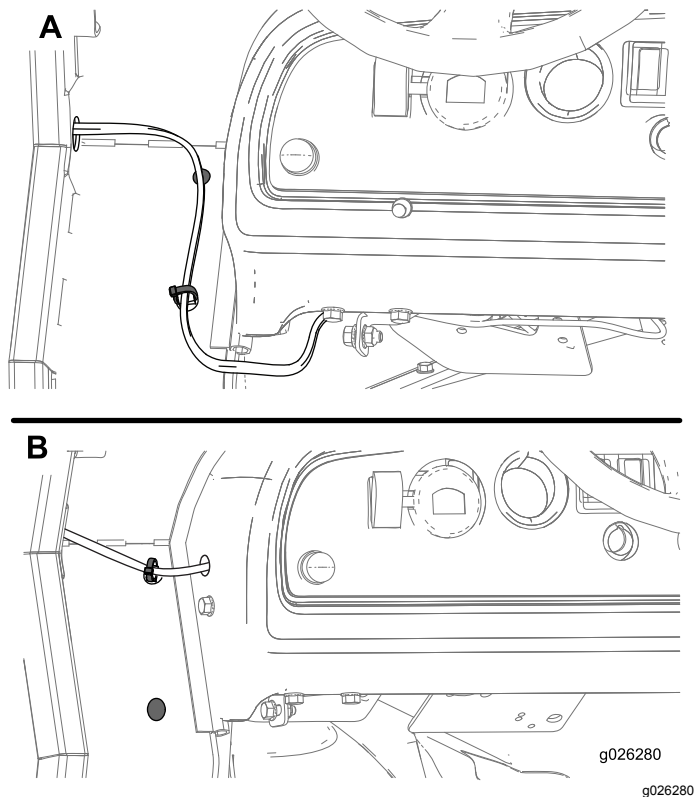

Figure 12
- Acheminez le faisceau de câblage sous le panneau de commande (encadré A de la Figure 12). Placez le serre-câble dans le trou inférieur du panneau latéral et l'obturateur dans le trou supérieur.
- Percez un trou dans la console, insérez le serre-câble dans le trou supérieur du panneau latéral et placez l'obturateur dans le trou inférieur (encadré B de la Figure 12).